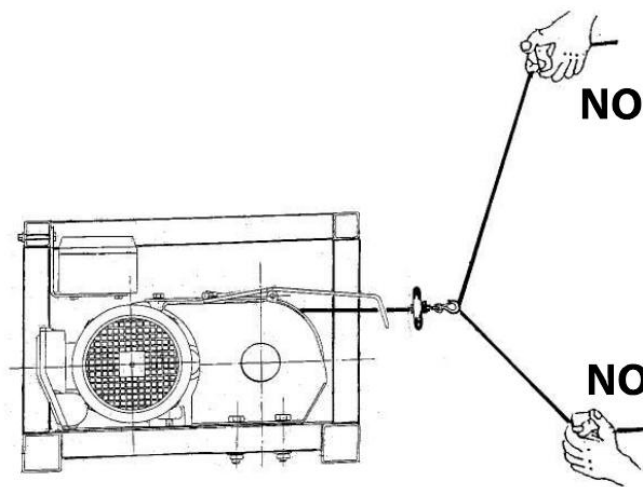

FIG. 4 — Tiro oblíquo: proibido
- 5) Evite absolutamente utilizar o guincho para puxar o cabo obliquamente em relação à vertical (Fig. 4).